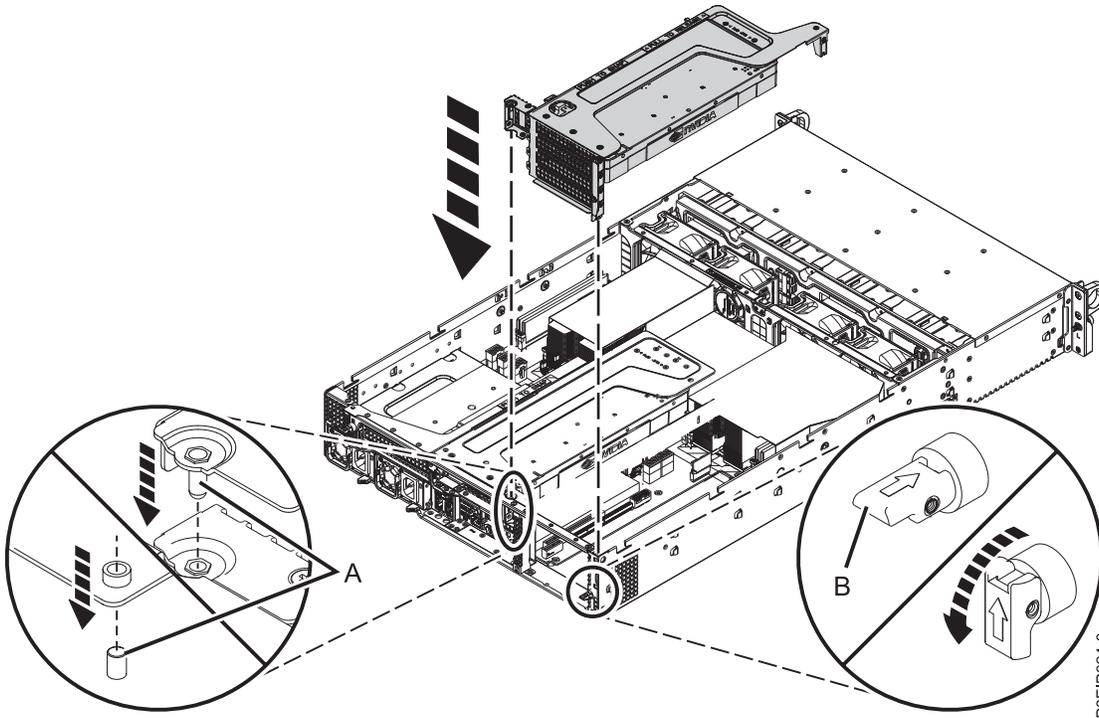

Figure 65. Insertion d'un connecteur de bus de carte PCIe
- j. Insérez le connecteur de bus PCIe comme indiqué dans la figure 65, à la page 92.
- 1) Rétractez la goupille de retenue (B) de manière à ce que la flèche pointe vers le système.
- 2) Insérez le connecteur de bus en utilisant les emplacements et les broches d'alignement (A) pour insérer correctement le connecteur de bus. Poussez le connecteur de bus fermement dans le fond de panier système.
- 3) Mettez en place la goupille de retenue (B) pour sécuriser le connecteur de bus.